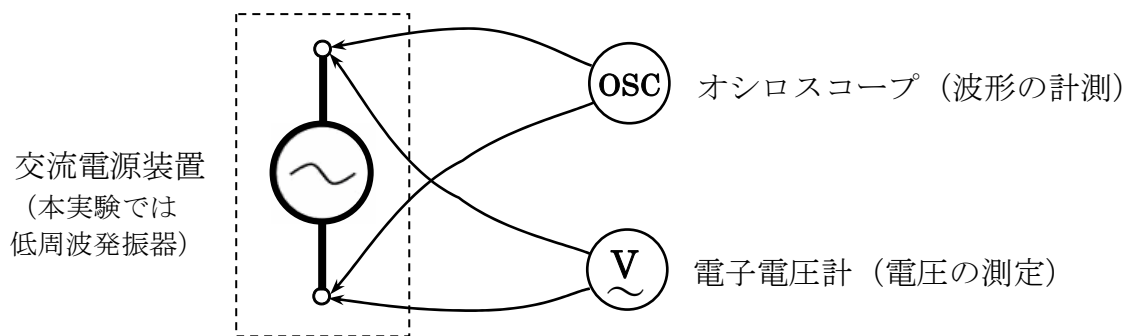

図2-3 接続図
- 1) 基本接続図(図 2-3)を参考にしながら、電子電圧計とオシロスコープを交流電源に接続する。